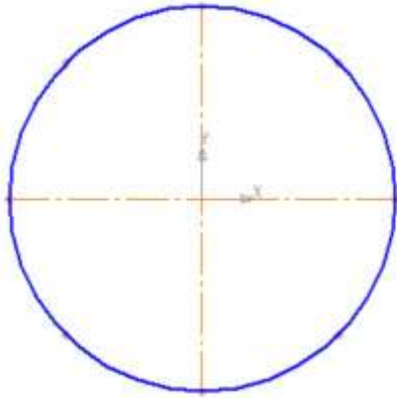

Рис. 5.2
- Разделите окружность на 8 равных частей (начало деления верхняя точка пересечения окружности и вертикальной оси симметрии) – (рис. 5.2).